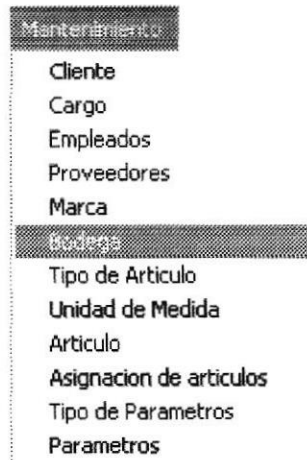

Figura 8.25. Seleccionando Bodega.
2. Seleccione la opción <Bodega> en el menú de Mantenimiento dando clic con el mouse como se muestra en la figura 8.25.